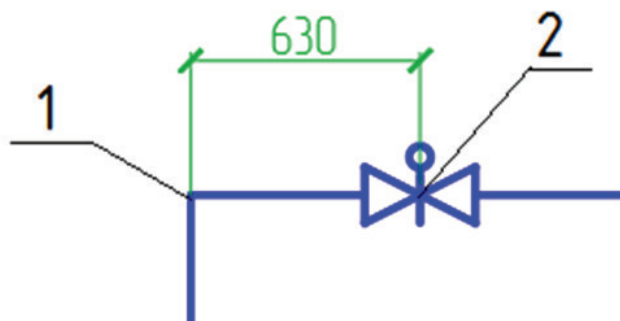

Рис. 2.5.29. Простановка линейного размера
**РЗМЛИНЕЙНЫЙ** Начало первой выносной линии или <выбрать объект>: курсором укажем начало первой выносной линии в точке 1 (рис. 2.5.29).
**РЗМЛИНЕЙНЫЙ** Начало второй выносной линии: курсором укажем начало второй выносной линии в точке 2 (рис. 2.5.29).